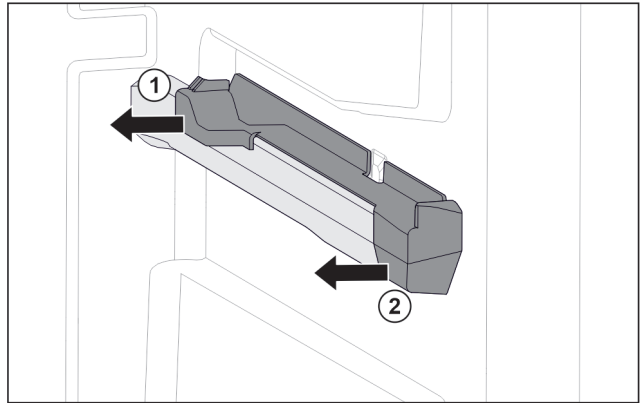

Fig. 74 Aufsteckteil auf der rechten Behälterrippe
- ▶ Aufsteckteil unten hinten greifen. *Fig. 74 (1)*
- ▶ Aufsteckteil hinten zur Seite abziehen. *Fig. 74 (2)*